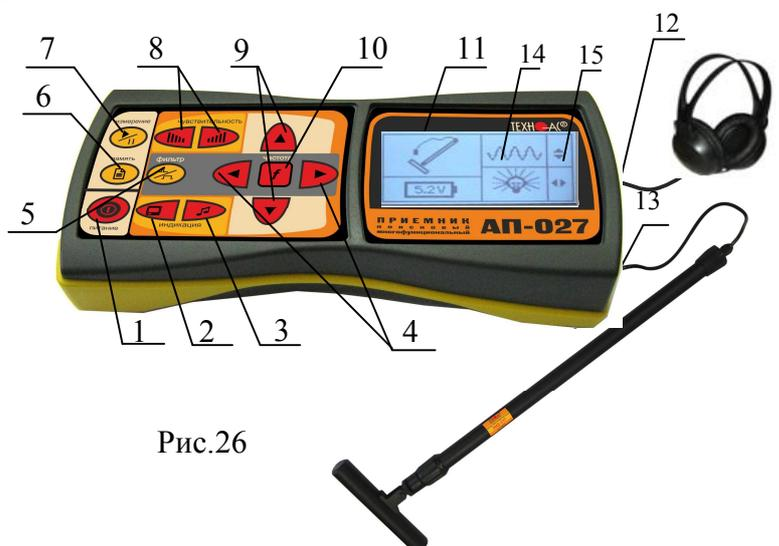
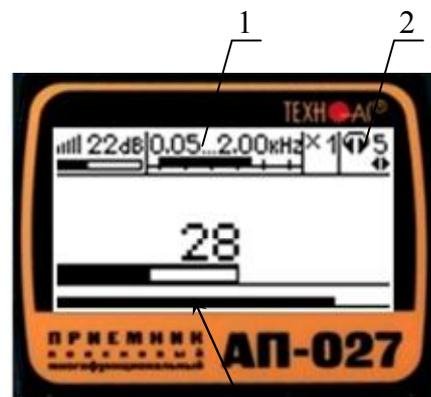

Рис.26
Рис.27
- Включить питание приемника АП-027 кнопкой  поз.1 рис. 27.
- выбрать вид принимаемого сигнала сигнал «непрерывный \sim » или «импульсный \sim », в зависимости от режима заданного на генераторе (любой из кнопок ▲/▼ поз.9, см. подсказку поз.15 рис.26)
г) выйти из режима регулировки фильтра, нажатием кнопки «частота» f поз.10. На индикаторе в зоне окна поз.1 рис.27 исчезнет указатель подсказки и появится в зоне поз.2 рис.27 (возможность регулировки звука).
д) установить комфортную громкость звука в телефонах поз.2 рис.27, для этого нажать на кнопку режима звуковой индикации поз.3 рис.26 и отрегулировать громкость кнопками ◀/▶ поз.4 рис.26 (если кнопки не используются для регулировки фильтра).
е) Установить уровень входного сигнала кнопками «чувствительность» III и IIII поз.8 по индикатору «узкая шкала» (предпочтительно на 50...70% от максимума) поз.3 рис. 27.
ж) установить необходимый коэффициент усиления фильтрованного сигнала множителем « $\times 1/2/4/8$ » нажимая на кнопки ▲/▼ поз.10 рис.26, не допуская перегрузок.